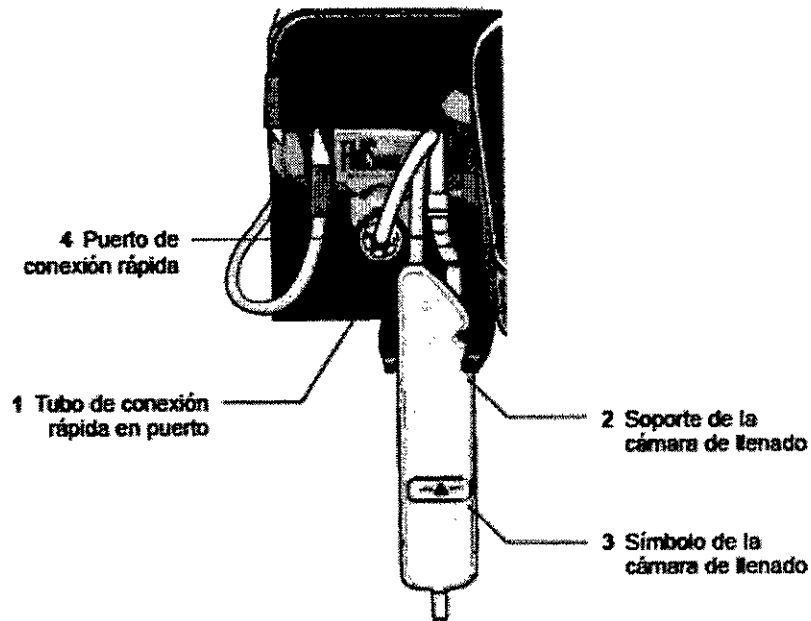

Figura 9
5. Conecte el tubo de conexión rápida del sensor de presión (1) al puerto de la cámara de llenado de la bomba F MS VUE (figura 9). El conector emitirá un chasquido cuando quede fijado en su lugar.
6. Posicione la cámara de llenado en el soporte de la cámara de llenado (2).